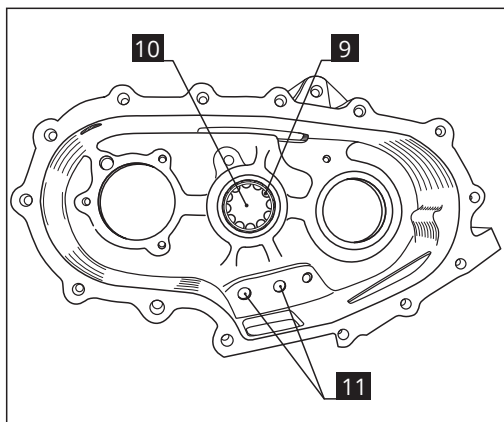

Рис. 4
10. Выбейте заглушки штоков [11] (Рис. 4), которые стоят со стороны КПП.